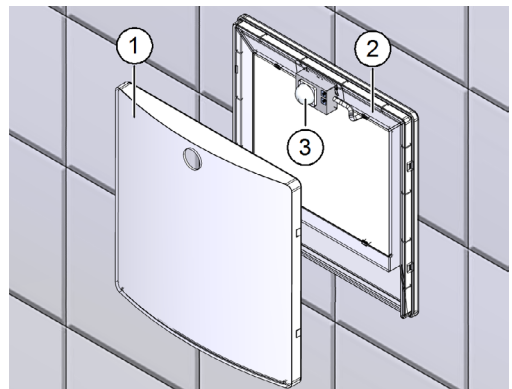

Fig. 11: Rimozione del coperchio d'aspirazione
Fig. 11) ed estrarlo dal supporto filtro (pos. 2 nella Fig. 11). I potenziometri per l'impostazione delle funzioni del ventilatore si trovano nel rilevatore di movimento (pos. 3 nella Fig. 11).
- ▶ Inserire nell'apparecchio il coperchio d'aspirazione (pos. 1 nella Fig. 11).
Lo spegnimento ritardato è ad impostazione continua nel potenziometro P tra 3 min e 20 min. Il potenziometro si trova nel rilevatore di movimento (vedere la pos. 3 nella Fig. 11 a pagina 20).